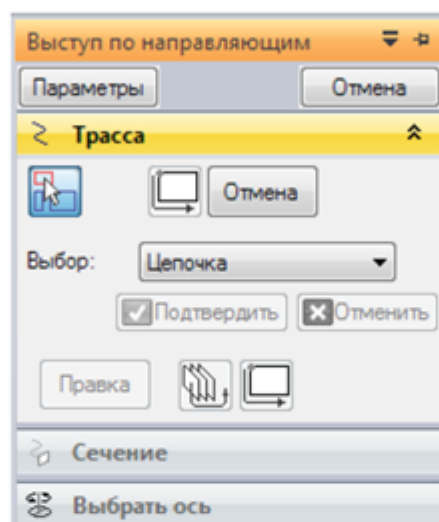

Рис. 2.12. Меню команды **Выступ по направляющим**, шаг **Трасса**
2. Меню этой и всех прочих команд данного раздела организовано по иерархическому принципу – вводимые параметры сгруппированы по шагам, и пользователь автоматически получает доступ к последующему шагу только после корректного задания параметров на предыдущем. Каждый шаг имеет вид раскрывающейся панели параметров со своим заголовком. До момента выхода из команды всегда можно вернуться на предыдущий шаг, щелкнув по его заголовку, и внести необходимые изменения. Так, для команд создания выступа/выреза по направляющим в меню (рис. 2.12) предусмотрены шаги **Трасса**, **Сечение** и **Выбрать ось** (для закручивания сечения вдоль трассы).
На шаге **Трасса** необходимо щелчком ЛКМ выбрать элемент, цепочку, контур или грань, образующие замкнутую или открытую кривую. Если используется более одной направляющей, необходимо выполнение условия гладкости выбираемых кривых. Переход от выбора одной направляющей к другой осуществляется с помощью кнопки **Подтвердить** или щелчка ПКМ, а принудительный переход к следующему шагу после окончания выбора – с помощью кнопки **Дальше**, которая заменяет собой кнопку **Отмена** в правом верхнем углу меню команды (рис. 2.12). Если задана одна направляющая или указаны все три, переход осуществляется автоматически.